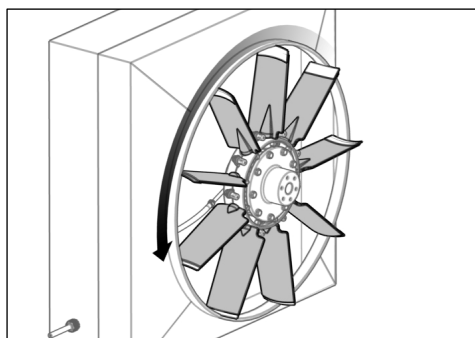

Fig. 33
- 29)** Ruotare manualmente la ventola (vedi Fig. 33).